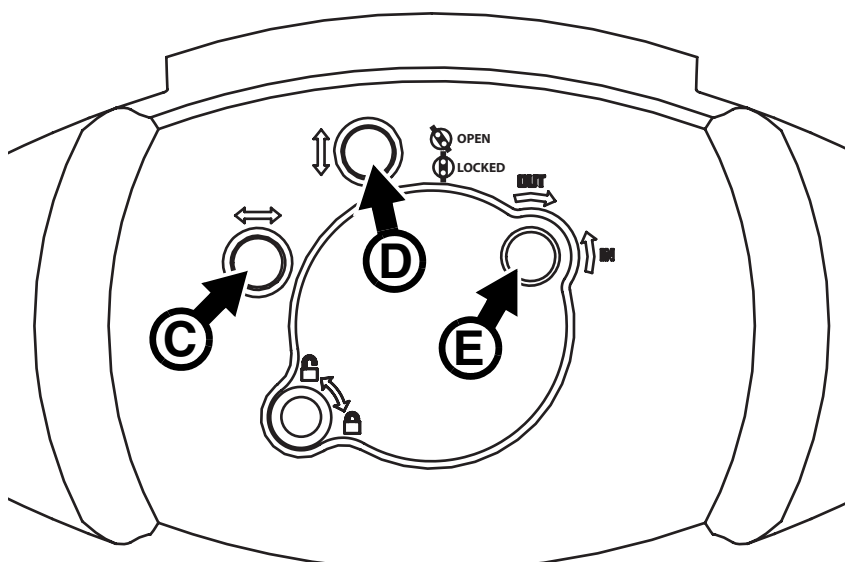

Bild 11: Justage des Leuchtmittels
4. Siehe Bild 11. Justieren Sie das Leuchtmittel mit den drei Torx 20 Schrauben **C**, **D** und **E**, bis das Leuchtfeld gleichmäßig ist.